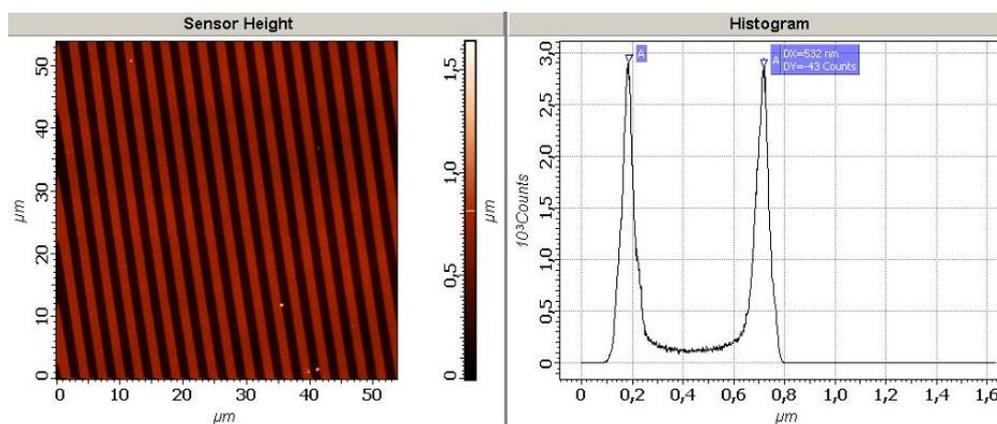

Рис. 2-22. Слева – СЗМ-изображение стандартной решетки (TGZ3 шаг 3 мкм, высота 540 нм).
- d. Из списка в дереве методов выберите **Statistics** → **Histogram**, и щелкните на кнопке **Apply**. В результате будет построена гистограмма плотности распределения значений высоты (Рис. 2-22). Расстояние между максимумами (по оси X), соответствует средней высоте выступов решетки.